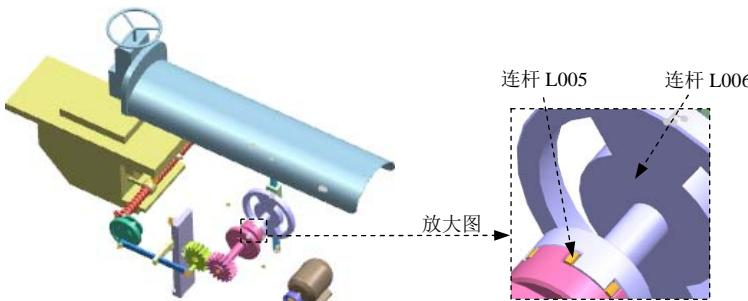

图 10.9.33 定义 3D 接触 2
(1) 定义接触连杆。单击“3D 接触”对话框中的 **操作** 区域下 **\*选择体 (①)** 按钮，然后选取图 10.9.33 所示的连杆 L006；单击“3D 接触”对话框中的 **基本** 区域下 **\*选择体 (①)** 按钮，然后选取图 10.9.33 所示的连杆 L005。
(2) 定义接触类型。在“3D 接触”对话框 **参数** 区域下 **类型** 的下拉列表中选取类型为 **实体**，其余参数接受系统默认。
(3) 单击 **应用** 按钮，完成 3D 接触 2 的定义。